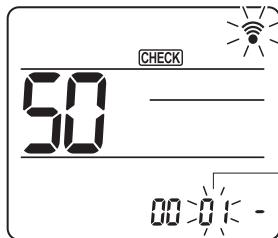

Fig. 6-21
- ③ Sélection d'un mode
Appuyez sur les touches **↓** pour régler le numéro de mode ⑤. (Fig. 6-21)